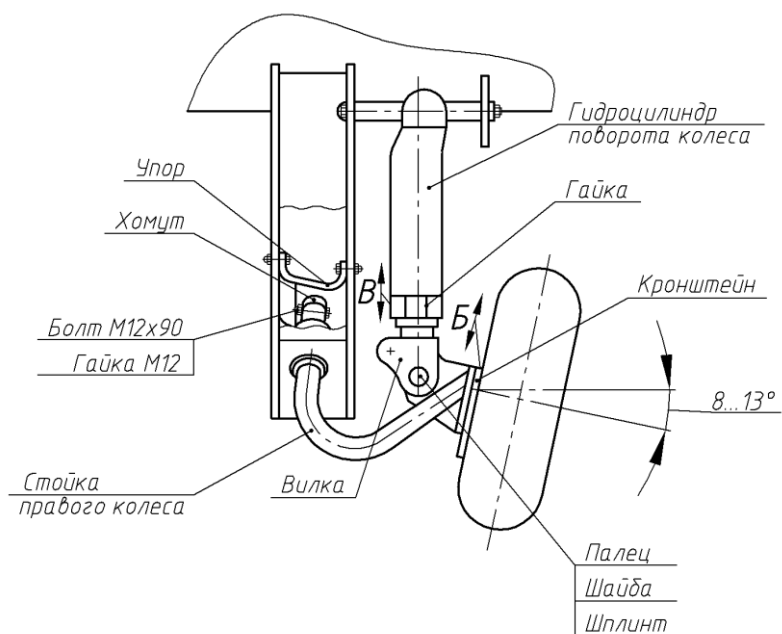

Рисунок 8 – Установка правого колеса
6.3.4 Вставьте стойку правого колеса в жатку (рисунок 8), наденьте хомут, вставьте болт и закрутите гайку. Установите упор. Зажмите крепеж. Закрепите вилку гидроцилиндра на стойке колеса (палец, шайба, шплинт). Гайка должна в рабочем положении жатки (шток гидроцилиндра втянут) упираться в крышку гидроцилиндра.